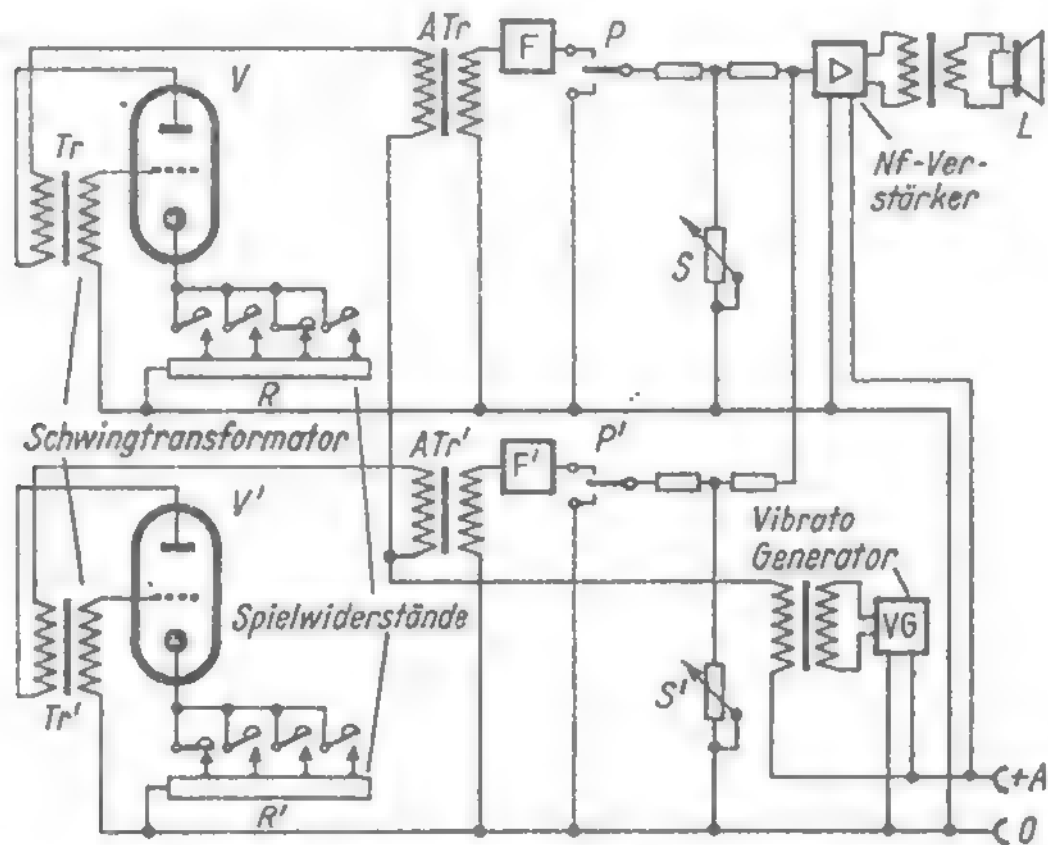

Bild 4. Prinzipschaltung des Melochord (Bode)
*Bode-Melochord* (Harald Bode). Die tonfrequenten Schwingungen werden in entsprechenden Schwingkreisen erzeugt (Rückkopplungsprinzip). Grundschriftung siehe Bild 4.